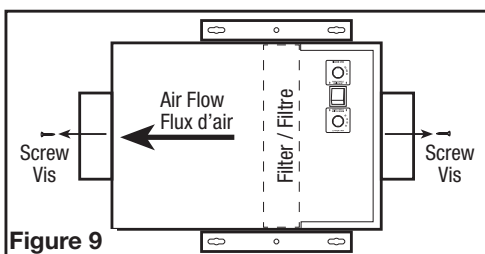

Figure 9
2. Ensure the filter is facing the correct way and slide the filter into the slot in the housing. Make sure the filter is seated all the way to the bottom of the housing (Figure 9).
2. Assurez-vous que le filtre est orienté dans le bon sens et faites glisser le filtre dans la fente du boîtier. Assurez-vous que le filtre est bien en place jusqu'au fond du boîtier (Figure 9).